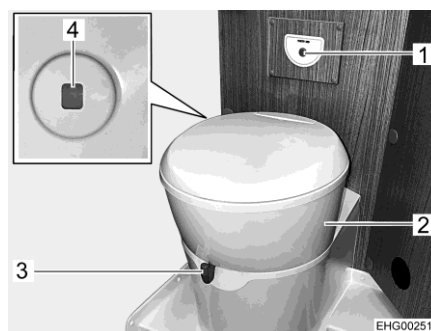

Bild 147 Toilette
Die Toilettenschüssel kann in die gewünschte Position gedreht werden. Dazu mit beiden Händen das Oberteil (Bild 147,2) der Toilette fassen und drehen.
Die Bedieneinheit mit dem Spülknopf (Bild 147,1) ist in der Nähe der Toilettenschüssel angebracht.
- Vor dem Spülen den Schieber der Toilette öffnen. Dazu den Schieberhebel (Bild 147,3) entgegen dem Uhrzeigersinn schieben.
- Zum Spülen den blauen Spülknopf (Bild 147,1) drücken.
Die Füllstandsanzeige (Bild 147,4) ändert die Farbe von Grün auf Rot, wenn der Fäkalientank entleert werden muss.